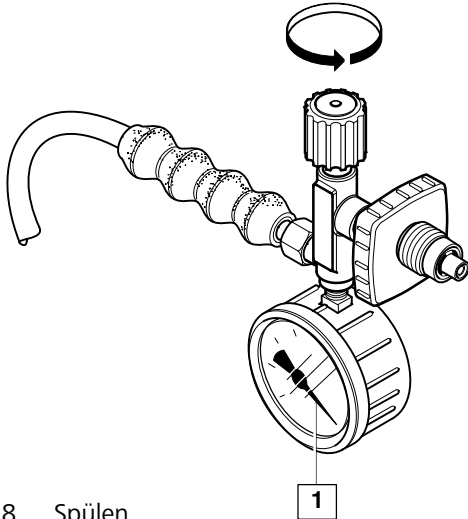

Abb. 8 Spülen
5. Füllventil öffnen (Abb. 8), warten bis Luft austritt und Anlage mindestens 1-2 Minuten spülen, d.h. die Druckluft ins Freie ablassen.